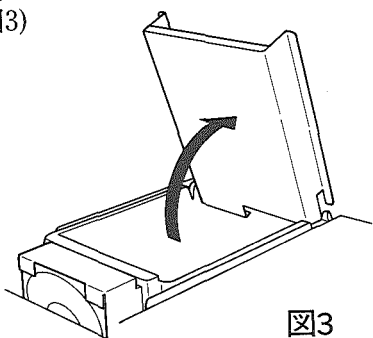

図3
4. フィルターユニットをシールド板ごと起こします。(図3)